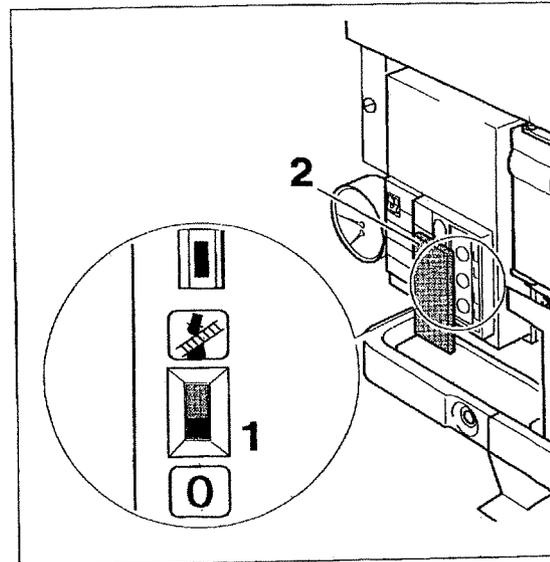

Fig. 28 Interruttore "spazzacamino"
- ◆ Mettere l'interruttore "spazzacamino" (Fig. 28, punto 1) in posizione 0.
- ◆ Rimettere il coperchio del 2° livello di comando (Fig. 28, punto 2).